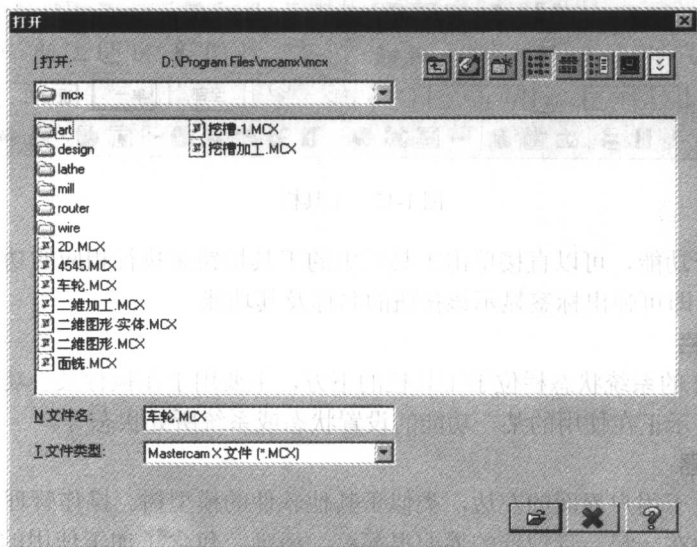
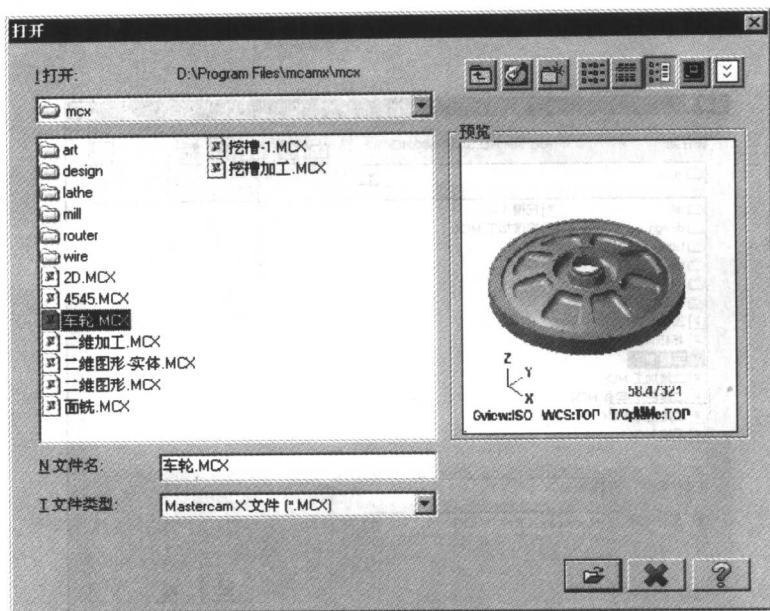

图 1-15 打开文件对话框
图 1-16 通过预览窗口查看所选文件
(1) 选择“文件”→“打开文件”命令,系统弹出如图 1-15 所示的“打开”对话框。
(2) 单击如图 1-15 所示的  按钮,通过一个预览窗口查看所选文件,如图 1-16 所示。